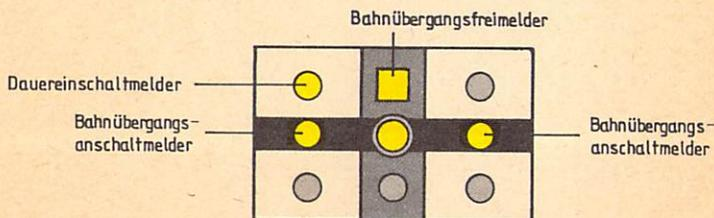

Bild 18
- Sperren gegen Öffnen** (2) Eine Anrufschracke in Grundstellung wird gegen Öffnen gesperrt:
- Neben dem Dauereinschaltmelder zeigen die Bahnübergangsan-schaltmelder und der Bahnübergangsfreimelder gelbes Ruhelicht (vgl. Bild 18).